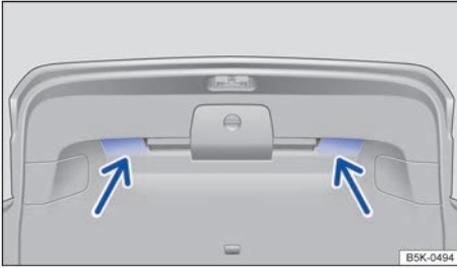

Fig. 70 Portón del maletero abierto: cavidades para tirar hacia abajo.
- Agarre el portón del maletero por una de las cavidades de su guarnecido interior → fig. 70 (flechas).